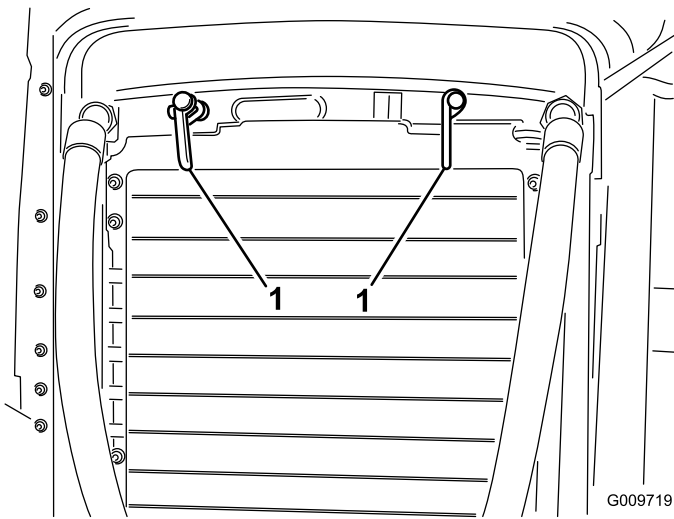

Figure 71
2. Tournez les verrous (Figure 71) qui fixent le refroidisseur d'huile au châssis.